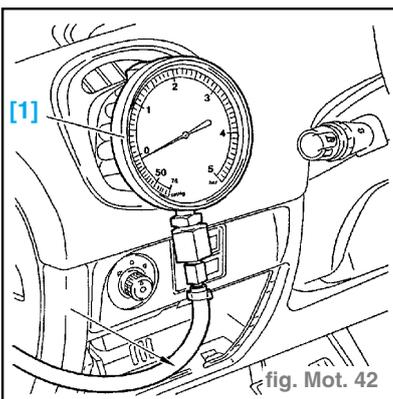

fig. Mot. 42
- Placer l'outil [2] manchon 4185-T entre le tube (1) et le conduit (2).
- Positionner l'outil [1] manomètre 4073-T.A dans le véhicule. (fig. Mot. 42)